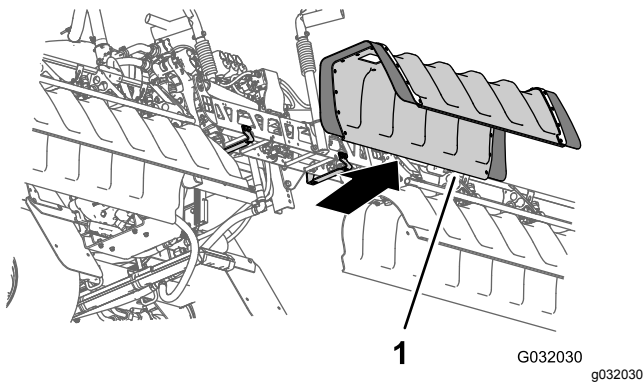

Figure 20
- Déposez le couvercle de la section centrale de la machine (Figure 20).